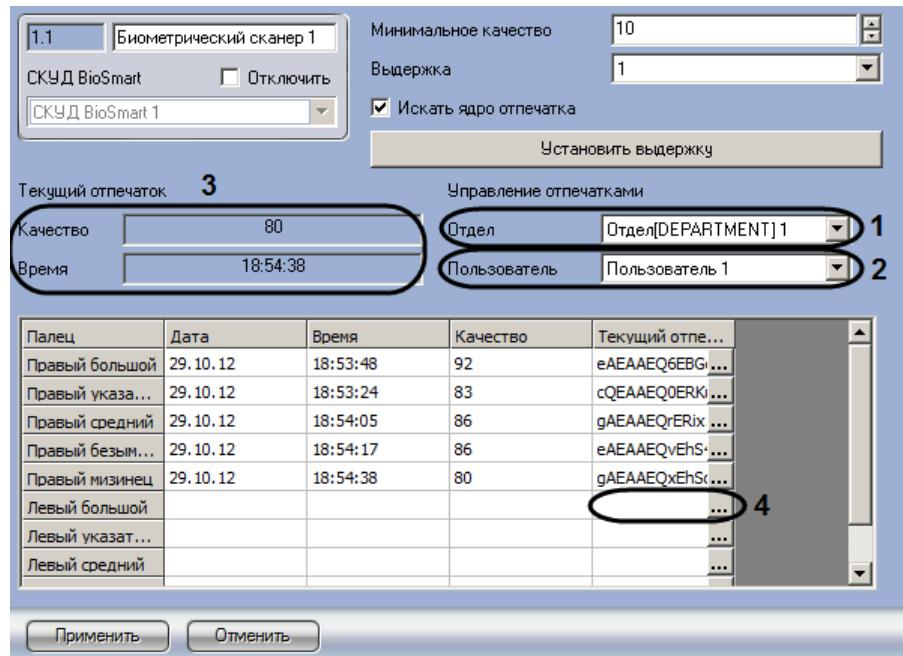

Рис. 3.11—1 Сравнение с отпечатком пользователя
- Перейти на панель настроек объекта **Биометрический сканер** (Рис. 3.11—1).
- Из раскрывающегося списка **Отдел** выбрать объект **отдел**, в который входит пользователь (см. Рис. 3.11—1, 1).